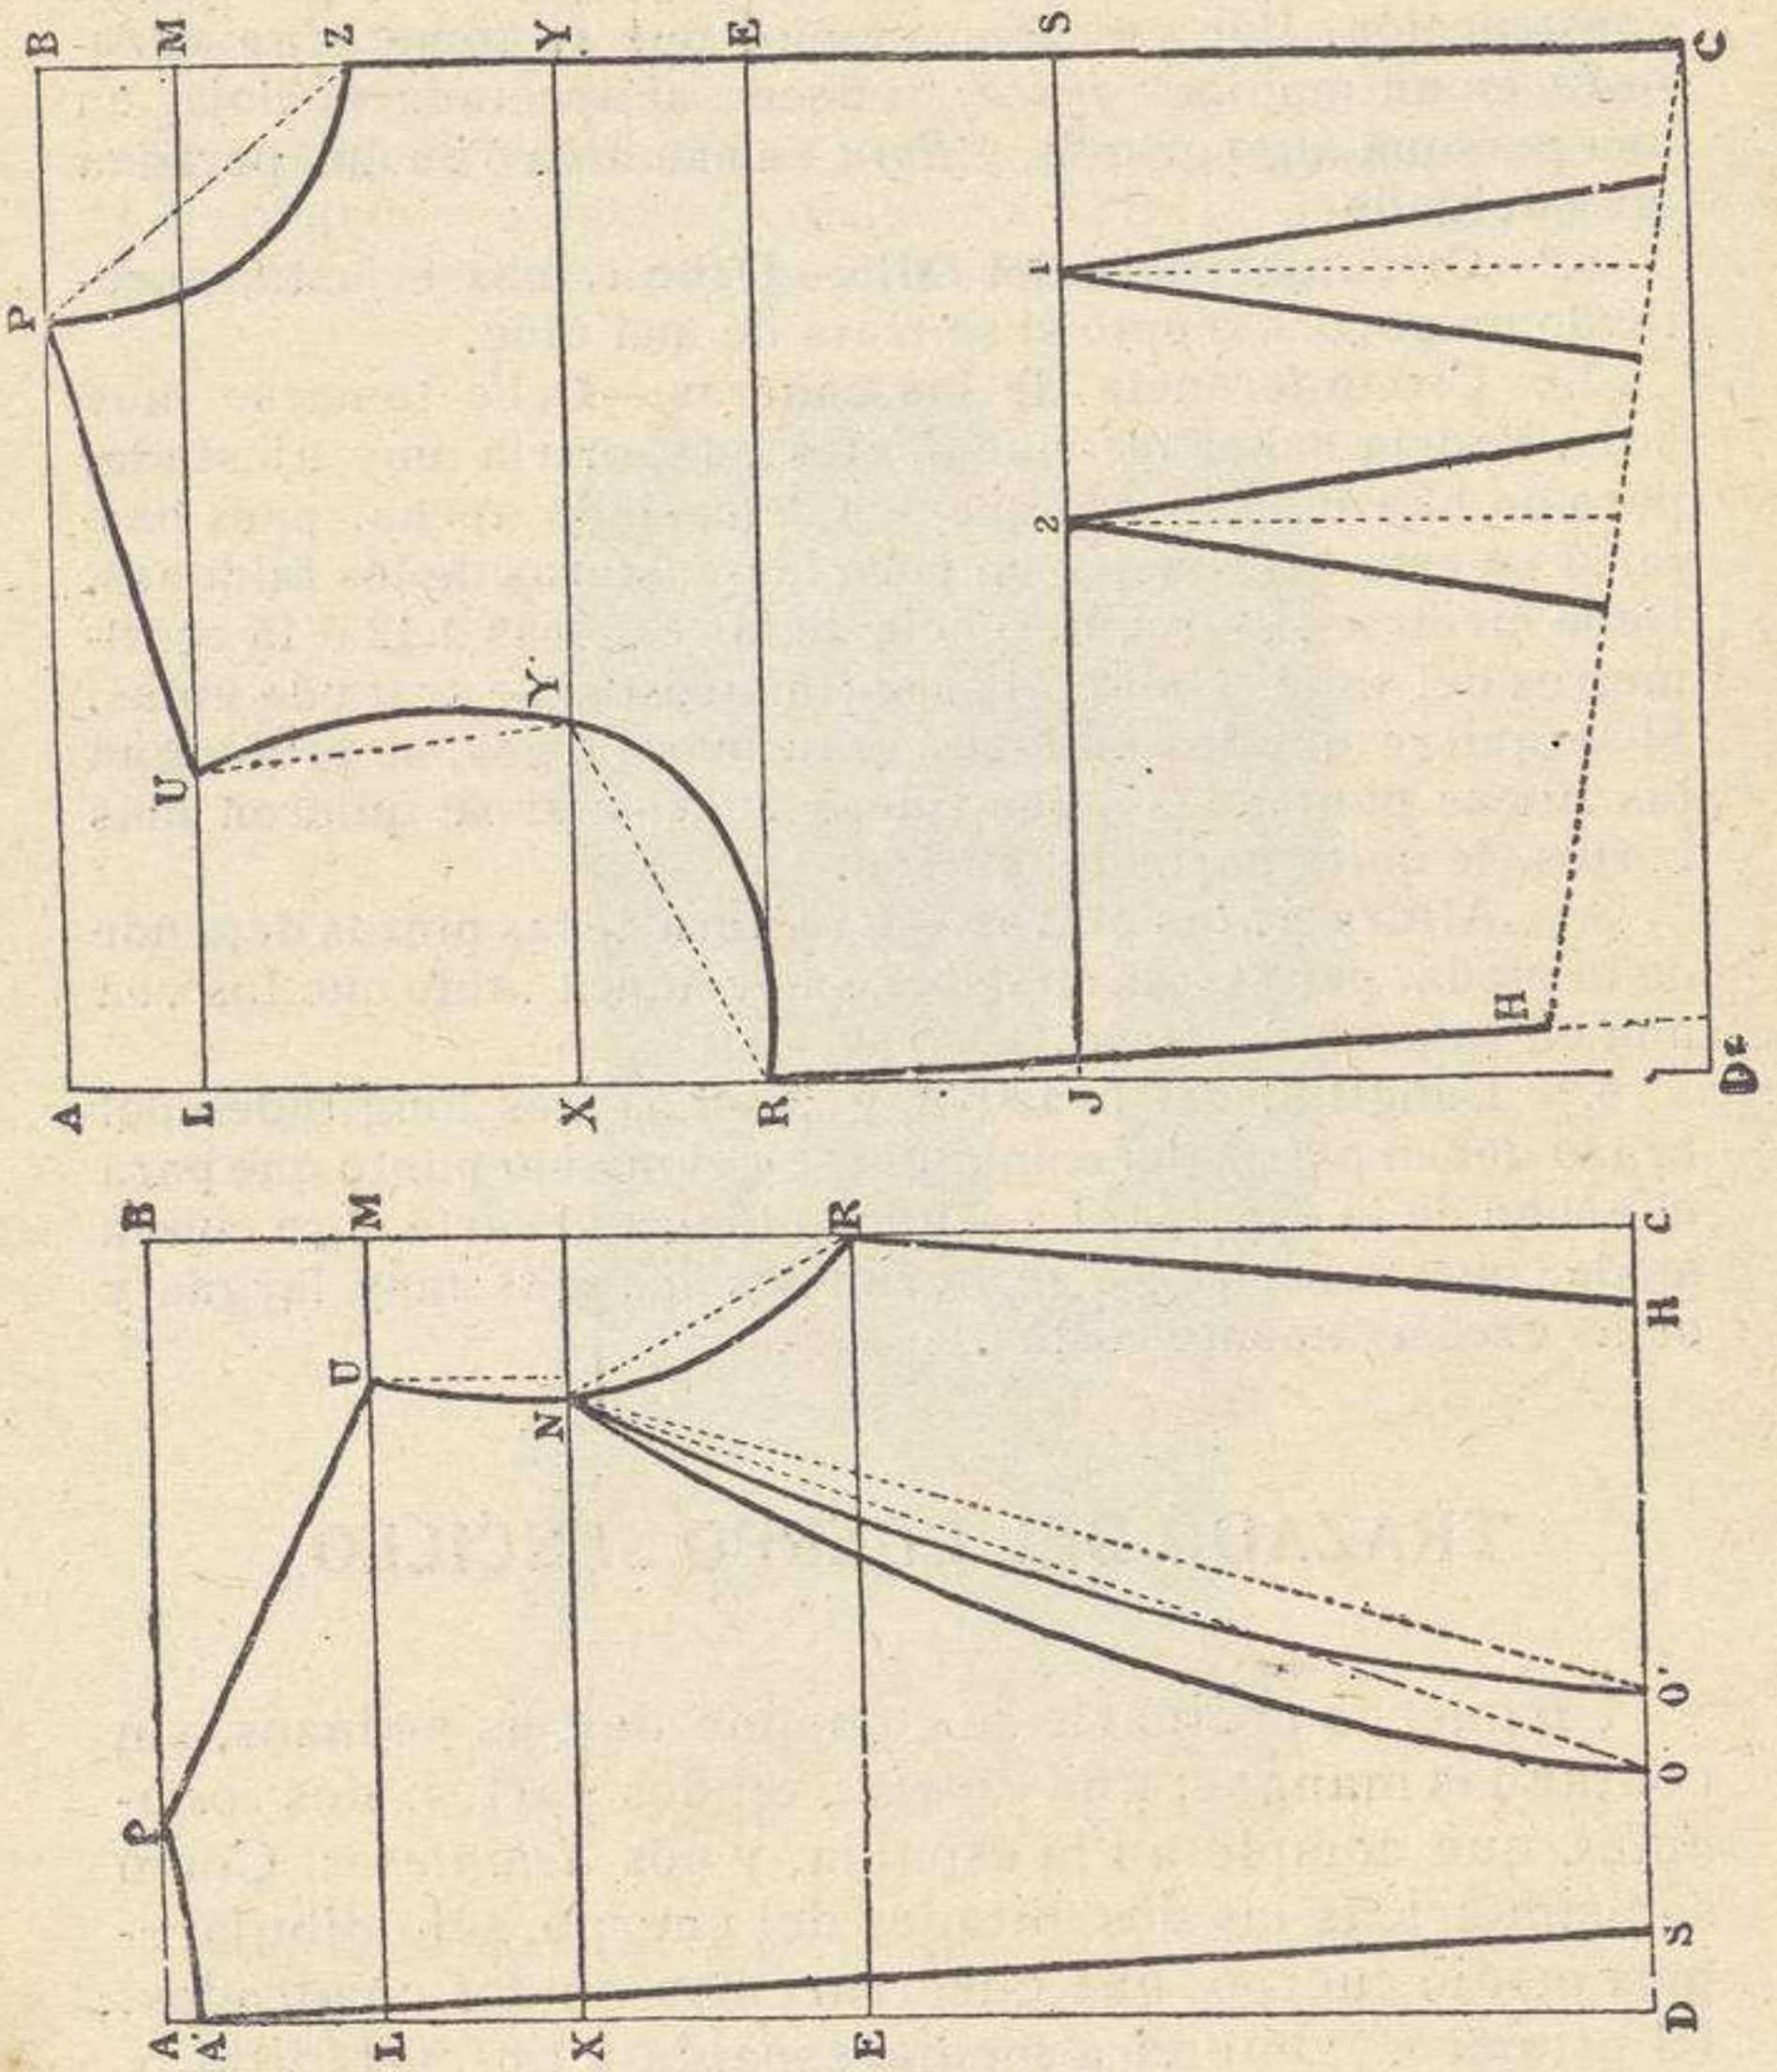

Fig. 21 ( $\frac{1}{5}$  del tamaño verdadero). — Conjunto del medio cuerpo.
(1) Tomando como ejemplo las medidas de la fig. 21, página 18 tendremos: